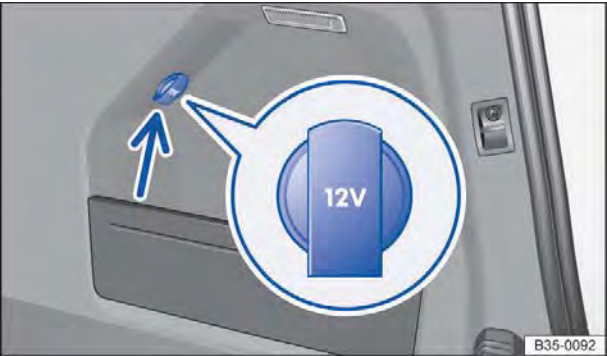

Fig. 132 No compartimento de bagagem: tomada 12 V.
- No compartimento de bagagem  Fig. 132 (seta pequena).